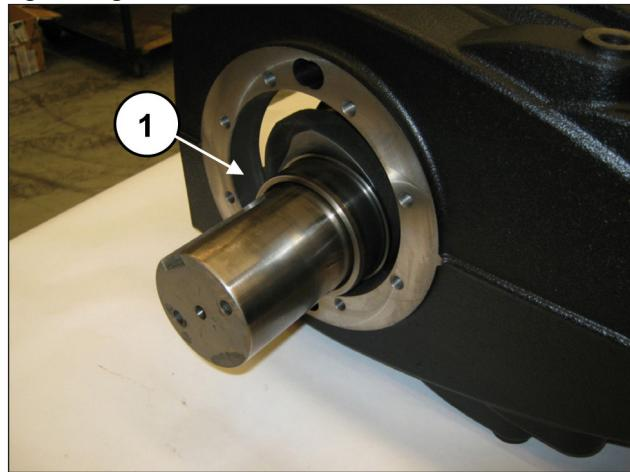
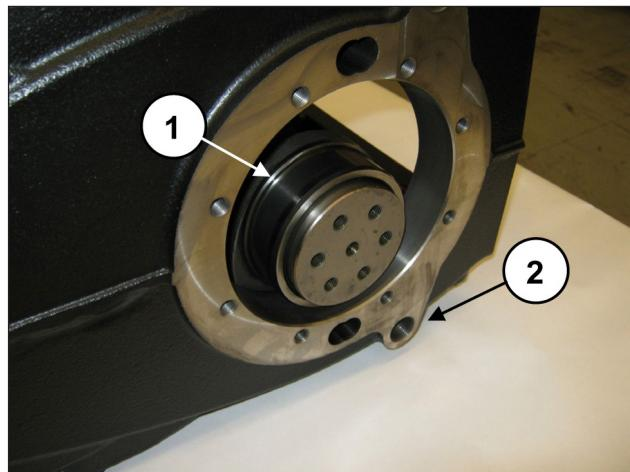

Fig. 51
Fig. 52
O eixo de manivela deve ser sempre montado com o lado PTO da parte oposta, em relação aos furos G1/2" para as tampas de descarga de óleo do cárter da bomba (pos. ②, Fig. 52).
Chegue até a inserção completa do eixo no cárter (pos. ①, Fig. 51 e Fig. 52).